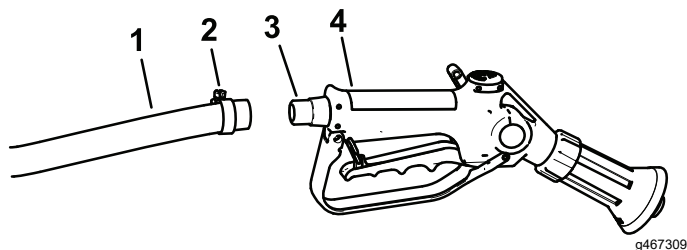

Figura 52
2. Conecte el extremo libre de la manguera larga al acoplamiento de la pistola de fumigación (Figura 52).